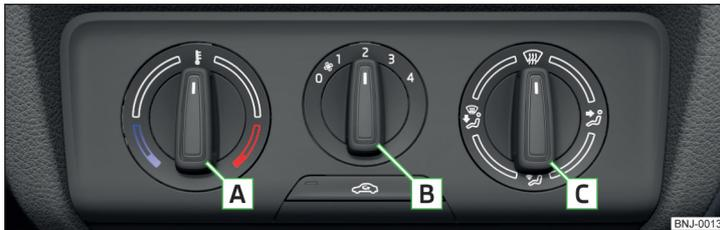
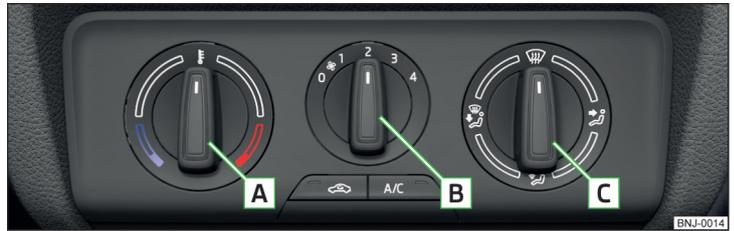

Fig. 116 Elementos de mando de la calefacción
Fig. 117 Elementos de mando del aire acondicionado manual
**Funciones de los elementos de manejo individuales » fig. 116 y » fig. 117**
El testigo luminoso en la tecla **A/C** » fig. 117 se enciende después de la conexión, incluso si no se cumplen todas las condiciones para el funcionamiento del sistema de refrigeración. Al encenderse el testigo en la tecla, se señalará la disponibilidad del sistema de refrigeración. ▶